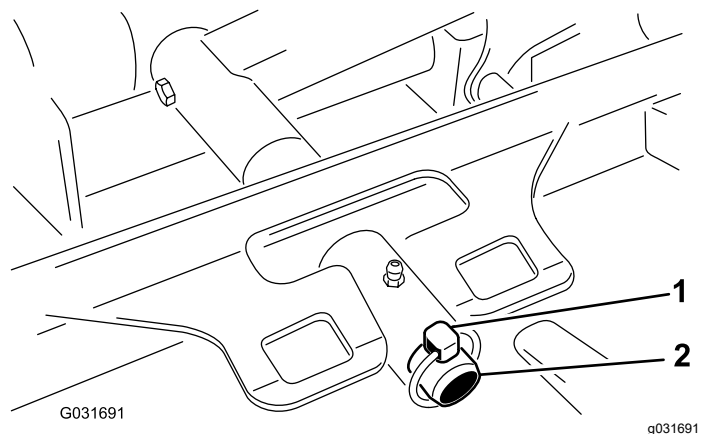

Figure 96
3. Retirez la goupille à anneau qui fixe le bâti porteur du tablier à l'axe de pivot du bras de levage (Figure 96).
3. Poussez le bâti porteur du tablier de coupe sur la tige de pivot et fixez-le avec une goupille à anneau (Figure 96).